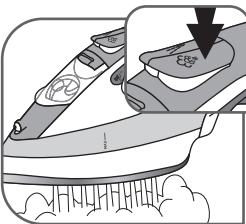
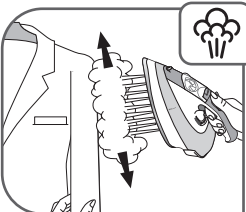

Fig. 12
Fig. 15
- A TURBO funkció használatához a termostátot állítsa **"MAX" vagy "..."** helyzetbe. Nyomja meg időnként a TURBO gombot – **fig.12.**
- Akassza fel a ruhaneműt egy vállfára és feszítse ki az anyagát egy kézzel. Mivel a gőz nagyon forró, soha ne simitsen ki egy felvett ruhaneműt, az mindig vállfán legyen – **fig.15.**
- Nyomja meg szakaszosan a TURBO gombot – **fig.12,** majd fentről lefelé mozgassa – **fig.15.**